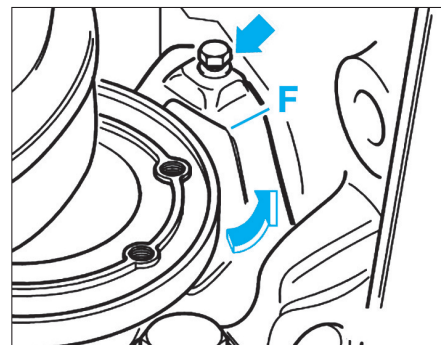

FIG. 15
- Si le véhicule en est équipé, déposer la petite tôle de recouvrement (F) pour le volant-moteur (Fig.15).